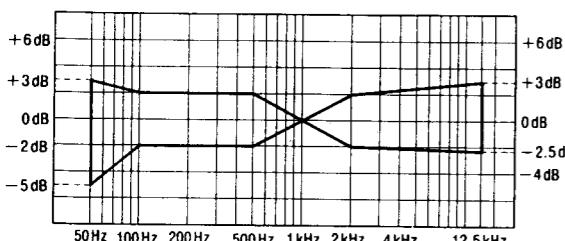

Fig. 8
- Reproducir la señal grabada en el paso 3 y comprobar que el nivel de cada frecuencia de salida esté dentro de la gama mostrada en la Fig. 8. en comparación con la frecuencia de referencia (1kHz).